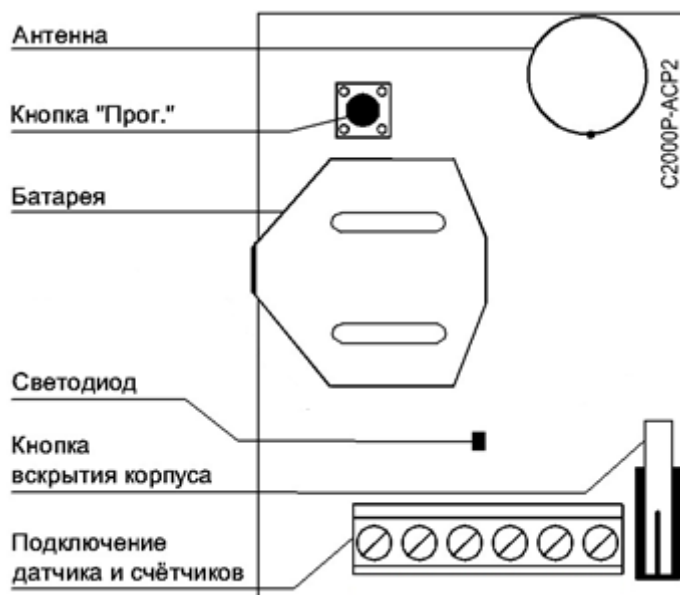

Рисунок 2.2 Расположение элементов на плате
На плате АСП2 располагается элемент питания и органы управления прибором (см. Рисунок 2.2):
- Нажать кнопку «Прог.» на плате АСР2 (см. Рисунок 2.2) на время более 3 секунд.
Тест качества связи запускается посредством короткого нажатия на кнопку «Прог.» на плате прибора (см. Рисунок 2.2). Запуск процедуры может занимать до 2 секунд, при этом прибор осуществляет анализ радиоэфира и регистрацию на оптимальном ПКП или ретрансляторе.
- Отключите все источники питания и нажмите кнопку «Прог.» на плате устройства (см. Рисунок 2.2) до полной разрядки конденсаторов (5-10 с).